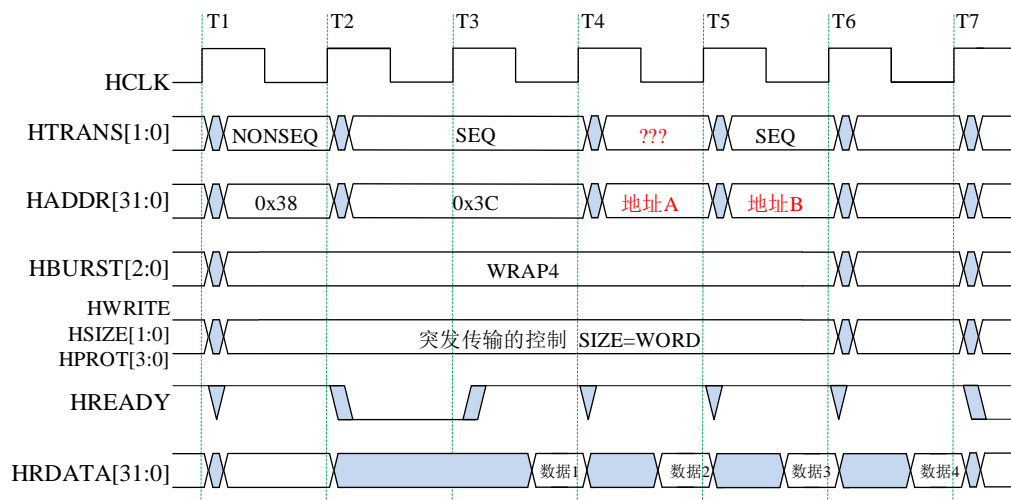

图 2 某 STM32 系统的总线操作示意图
44、参考附录 3, 分析图 2 中总线操作时序。回答下列问题。